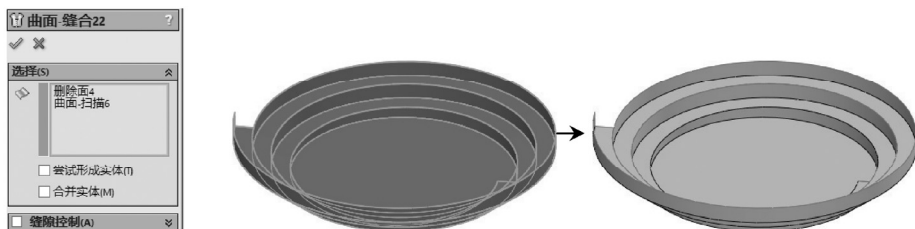

图 4-98 缝合曲面操作
STEP 9 单击“曲面”工具栏中的“缝合曲面”按钮 ，选择前面步骤创建的所有面，并取消“缝隙控制”复选框的勾选状态，将所有曲面缝合，如图 4-98 所示。